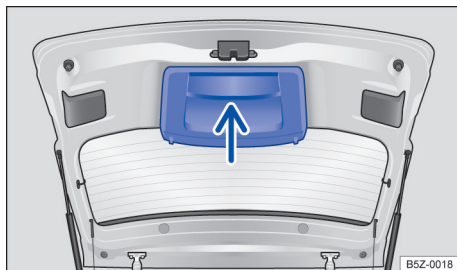

Fig. 53 Tampa traseira aberta: rebaixo para puxar.
- Segurar no rebaixo do revestimento interno da tampa traseira → Fig. 53 (seta).